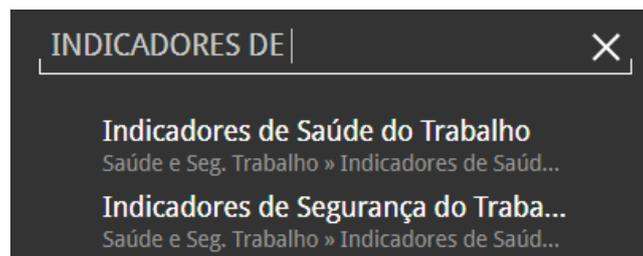

Figura 136: Caminho
1. Para acessar os indicadores, utilize a **barra de pesquisa** (Figura 136) do menu principal. Digite o nome da tela desejada e selecione o resultado correspondente.